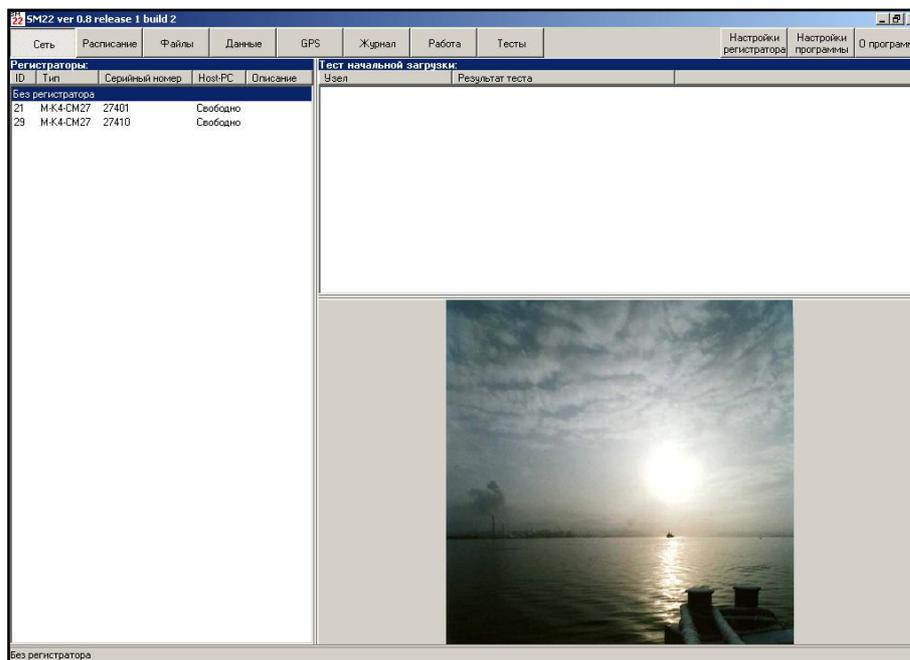

Рис. 3.1 Главное окно программы. Вкладка «Сеть»
3.4.1 При запуске программы SM22.exe на экране ПЭВМ появляется главное окно (рис. 3.1), состоящее из:
С помощью вкладки «Сеть» (рис. 3.1) осуществляются все основные операции по организации связи ПЭВМ с регистратором или группы регистраторов и выбор регистратора, с которым будет выполняться работа.